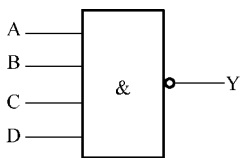

图 1-1-6 4 输入与非门的逻辑符号
(1) 阅读并掌握 TTL 集成门的参数及测试方法，了解实验箱的正确使用方法。
(2) 在附录 A 中查阅 74LS020 (T4020 或 T063) 器件引出端排列图。
(3) 预习思考题：
① 怎样用 4 输入与非门实现 2 输入与非功能（即  $Y = \overline{AB}$ ）？（4 输入与非门的逻辑符号如图 1-1-6 所示。）